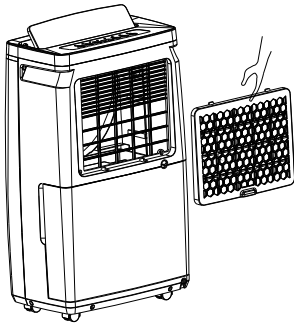

Рис. 6. Откройте декоративную решетку. Проведите чистку фильтров. Установите решетку на место.
**Для проведения чистки выполните все указанные на рис. 6 действия:**